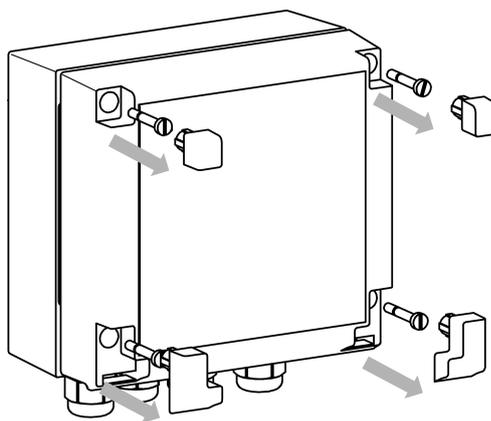

Рисунок 4.9 – Разборка передней части корпуса
1. Вытащить заглушки и отвинтить винты из передней части корпуса (см. рисунок 4.9)